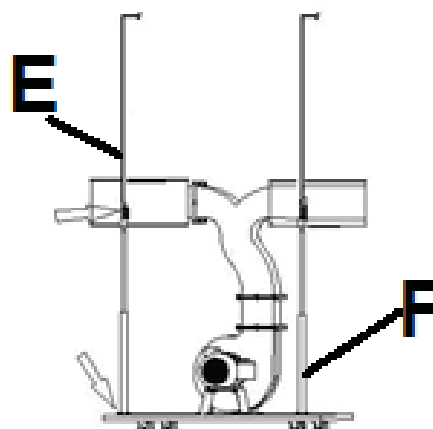

Рис. 8
- Встановіть два утримувачі мішків (F) та два кронштейни (E), як показано на Рис. 8.